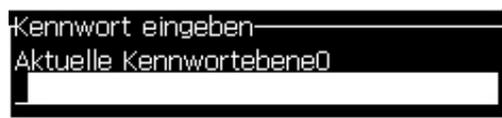

Abbildung 4-3: Ebene 0 Kennwort
- 2 Drücken Sie die Tasten *Alt + W*. Geben Sie die Option *Enter Password* (*Kennwort eingeben*) ein (siehe Abbildung 4-2) und drücken Sie die Taste *Enter*. Oder drücken Sie *F3* in den Hauptbildschirm. Der Bildschirm *Enter Password* (*Kennwort eingeben*) erscheint (siehe Abbildung 4-3).